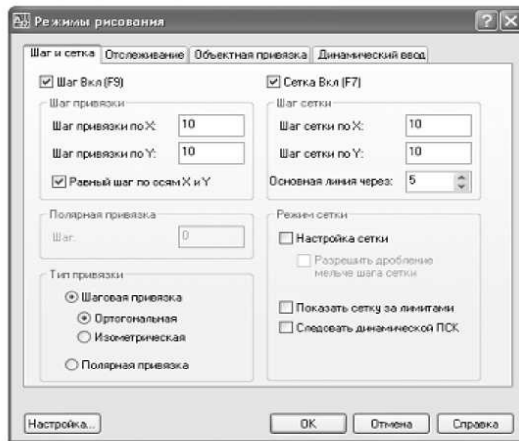

Рис.7 Диалоговое окно Режимы рисования (DraftingSettings)
1. Выберите из меню команду Сервис Режимы рисования (Tools ^DraftingSettings) либо введите в командном окне команду бажё^бён(DSETTINGS). Перейдите, если в этом есть необходимость, в открывшемся диалоговом окне Режимы рисования (DraftingSettings) на вкладку Шаг и Сетка (SnapandGrid) (рис.7). Параметры режимов Сетка(Grid) и Шаг (Snap) находятся в этом окне в группах с соответствующими названиями. Обратите внимание, что для обоих режимов шаг имеет значение 10.